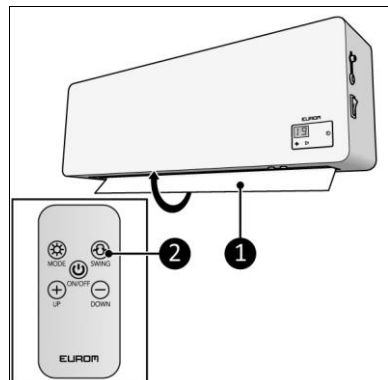

Abbildung 14
1. Drücken Sie die SWING-Taste (Abbildung 14, Pos. 2).
2. Die Swing-Klappe (Abbildung 14, Pos. 1) beginnt sich zu bewegen.